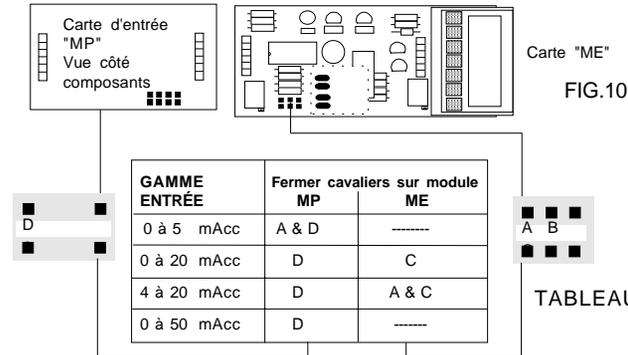

FIG.10
Placer les cavaliers sur la position indiquée dans le tableau ci-dessous pour chaque gamme. Les cavaliers sont situés sur la carte d'entrée "MP". Voir Fig. 10. Si la gamme du signal d'entrée est modifiée, suivre la procédure de réglage et étalonnage.
- Choisir sur la carte d'entrée la gamme de tension désirée, en suivant le Tableau 9, et en utilisant les cavaliers "A", "D" (Fig. 10).